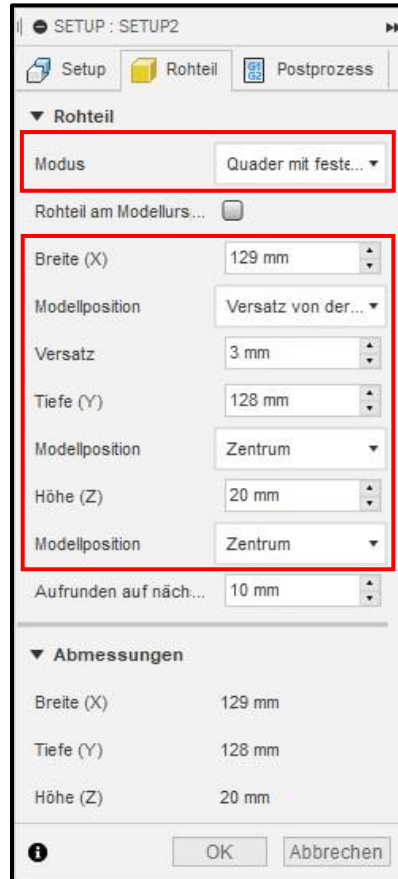

Abbildung 5: der Tab „Rohteil“ vom SETUP Fenster mit den Rohteil Optionen
- Im Tab *Rohteil* den Modus *Quader mit fester Größe* auswählen und die Abmaße des Rohteils eingeben (Abbildung 5). Dabei drauf achten, mit welcher Orientierung das Rohteil dann in die Maschine geschraubt wird.